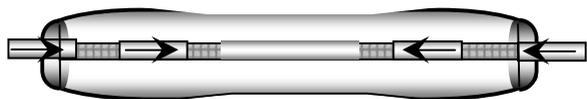

Рис.9
- Совместить крышку рециркулятора с основанием и зафиксировать соединение при помощи соединительных планок (рис.9).